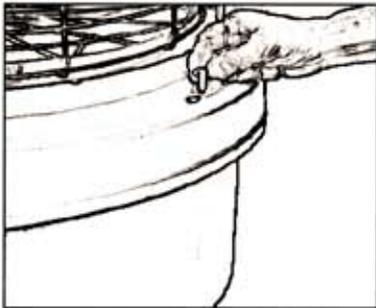

Bild 23: Verschlussstopfen der Tauwasserablauföffnung im Gefrierfachboden
- Verschlussstopfen aus der Tauwasserablauföffnung im Gefrierfachboden herausziehen (Bild 23)